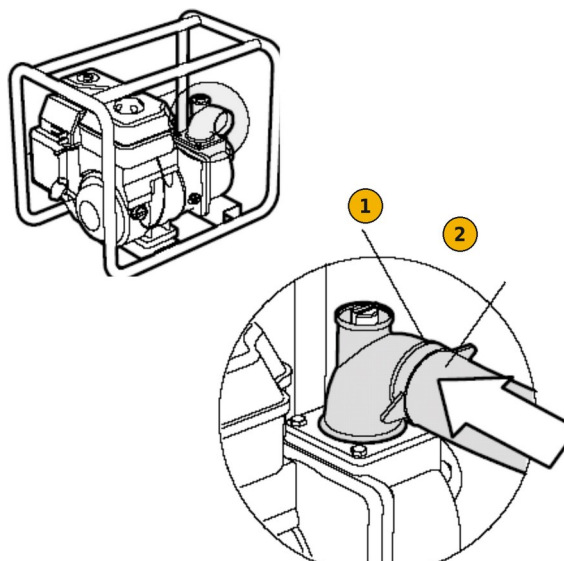

FIG. 8 — Ligação da mangueira de descarga: 1 abraçadeira; 2 mangueira
- 2) Introduza a mangueira de descarga e fixe-a firmemente com a abraçadeira restante (FIG. 8), para que não se solte devido à pressão da água.